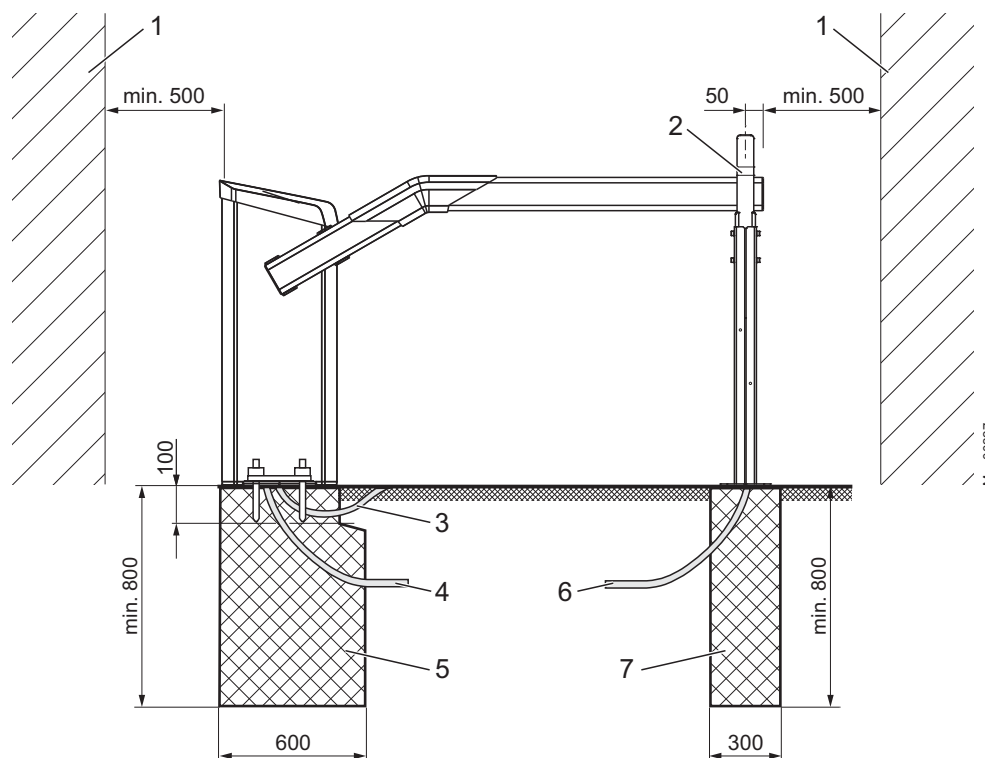
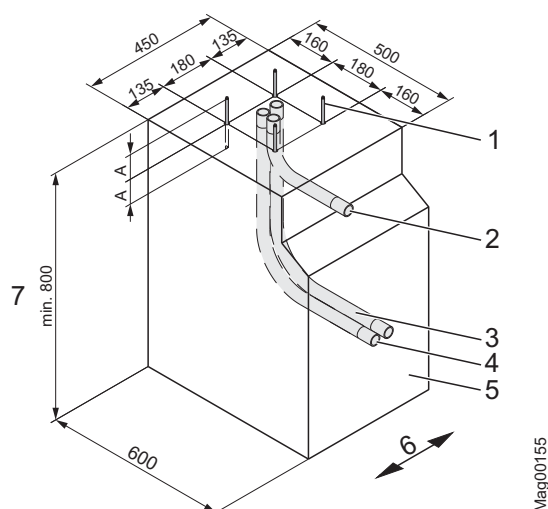
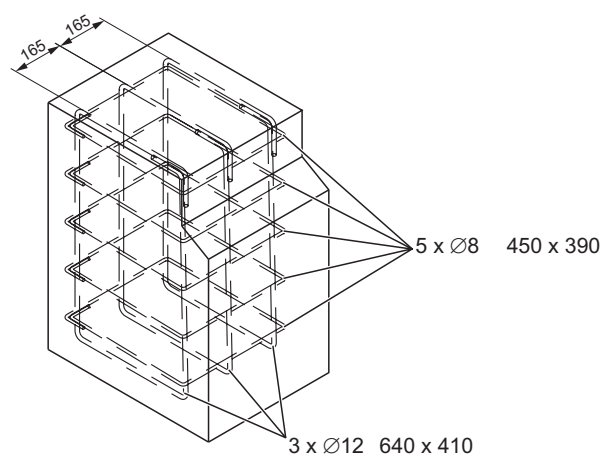
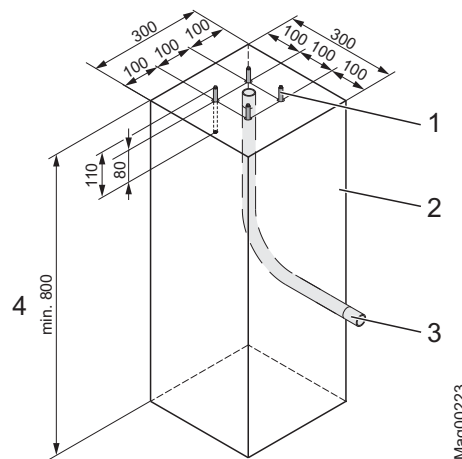

Fig. 15: Montering av bomanlegg
Fig. 16: Fundamentskjema
Fig. 17: Armeringsnett
Fig. 19: Fundamentskjema bærestolpe og lysportstolpe
<p>ADVARSEL! Fare for å klemme og skjære seg ved for liten sikkerhetsavstand mellom bommen og andre objekter!</p> <p>En bom som holder på å stenge eller åpne, kan ved for liten sikkerhetsavstand til andre objekter føre til alvorlige klemming eller personskader!</p> <p>Derfor:</p> <ul style="list-style-type: none"> – Mellom bommen og andre objekter som vegger, mur eller hus må det overholdes en sikkerhetsavstand på minst 500 mm. → Se side 26, kapittel 2.7. – Monter og installer bomanlegget i henhold til Fig. 15.
- Mellom toppen til bommen og andre objekter som vegger, mur eller hus må det overholdes en sikkerhetsavstand på minst 500 mm. → Se side 52, Fig. 15.
→ Se side 52, Fig. 15 til side 54, Fig. 17.
- Armeringsnett i henhold til figur Fig. 17.
→ Se side 54, Fig. 16.
1. Grav et fundament hull i henhold til Fig. 15 og Fig. 16.
2. Legg armeringsnett i fundament hullet i henhold til Fig. 17.
3. Legg tomrør i fundament hullet i henhold til Fig. 16.
5. Fyll fundamentet med betong i henhold til Fig. 16 .
→ Se side 52, Fig. 15.
1. Grav et fundament hull i henhold til Fig. 15 og Fig. 19 .
2. Legg tomrøret i fundament hullet i henhold til Fig. 19.
4. Fyll fundamentet med betong i henhold til Fig. 19 .